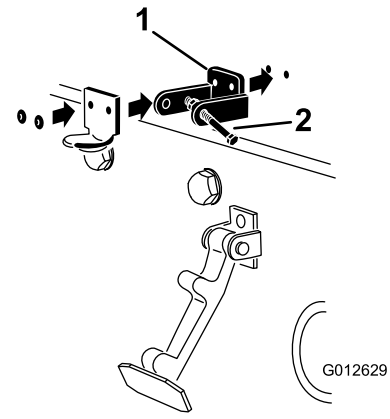

图 8
4. 对准安装孔的同时将 CE 锁定支架和机罩门锁支架放到机罩上 (图 8)。
6. 用铆钉将支架和垫圈铆定到机罩 (图 8)。